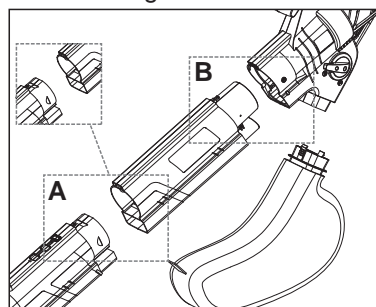

Fig. 3
2. Réglez la position du tube inférieur [16] sur celle du tube supérieur [18] et sortez-le jusqu'au moment de l'arrêt (Fig. 3, cadre A). Vérifiez que les tubes sont correctement assemblés.
3. Alignez les tubes assemblés avec le bloc moteur et enfoncez-les jusqu'à la butée. Fixez le tube supérieur [18] sur le bloc moteur en serrant les vis [19] avec un tournevis cruciforme. (Fig. 3, cadre B).